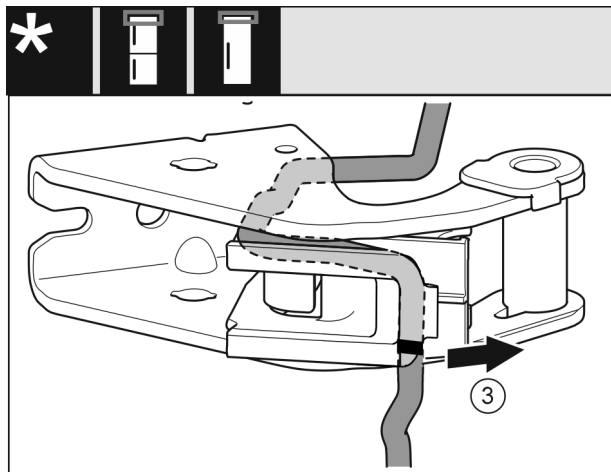

Fig. 15
- ▶ Odmontujte kabel s držákem kabelu ze stojanu ložiska. Fig. 15 (3)